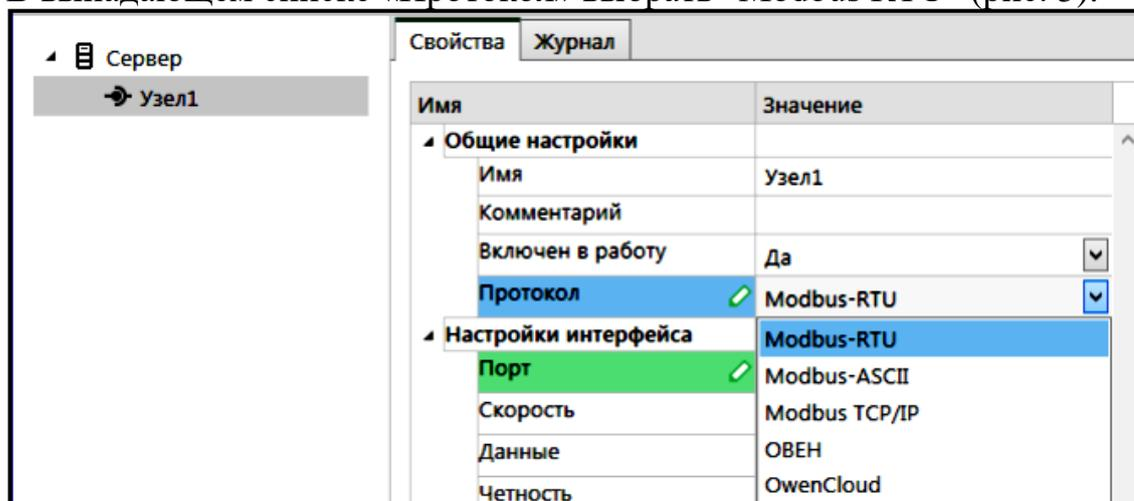

Рисунок 5. Выбор протокола передачи данных
2. Осуществим настройку узла. В общих настройках можно указать имя узла и комментарий. В выпадающем списке "Включен в работу" выбрать вариант "Да". В выпадающем списке «Протокол» выбрать "Modbus RTU" (рис. 5).